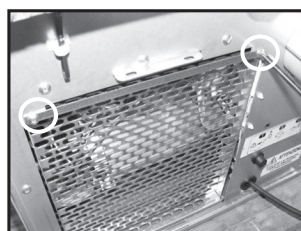

Figura 25
3. Svitare entrambe le viti per rimuovere la griglia. Vedere Figura 25.